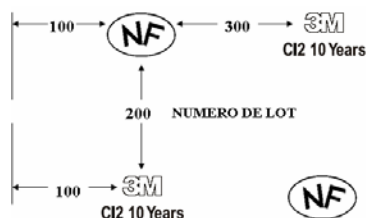

Figure 2
- Un filigrane visible représentant en quinconce le logo 3M. (figure 2)